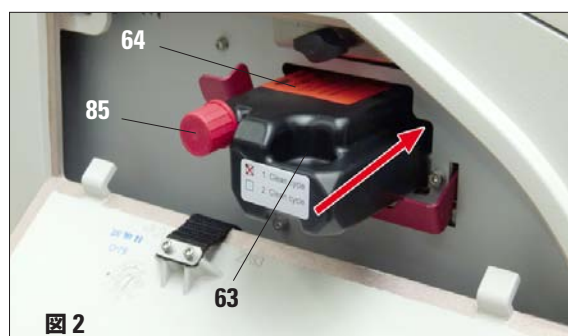

図 2
- ダンボール箱から搬送用タンクを取り出し、保護フィルムを剥がしてからタンクをカートリッジスロットに半分ほど挿入します（図 2）。
- 赤の保護キャップ（85、図 2）を 1 回転緩め、タンクを奥まで押し込みます。シールが破れるまで 2、3 回押し込んでください。